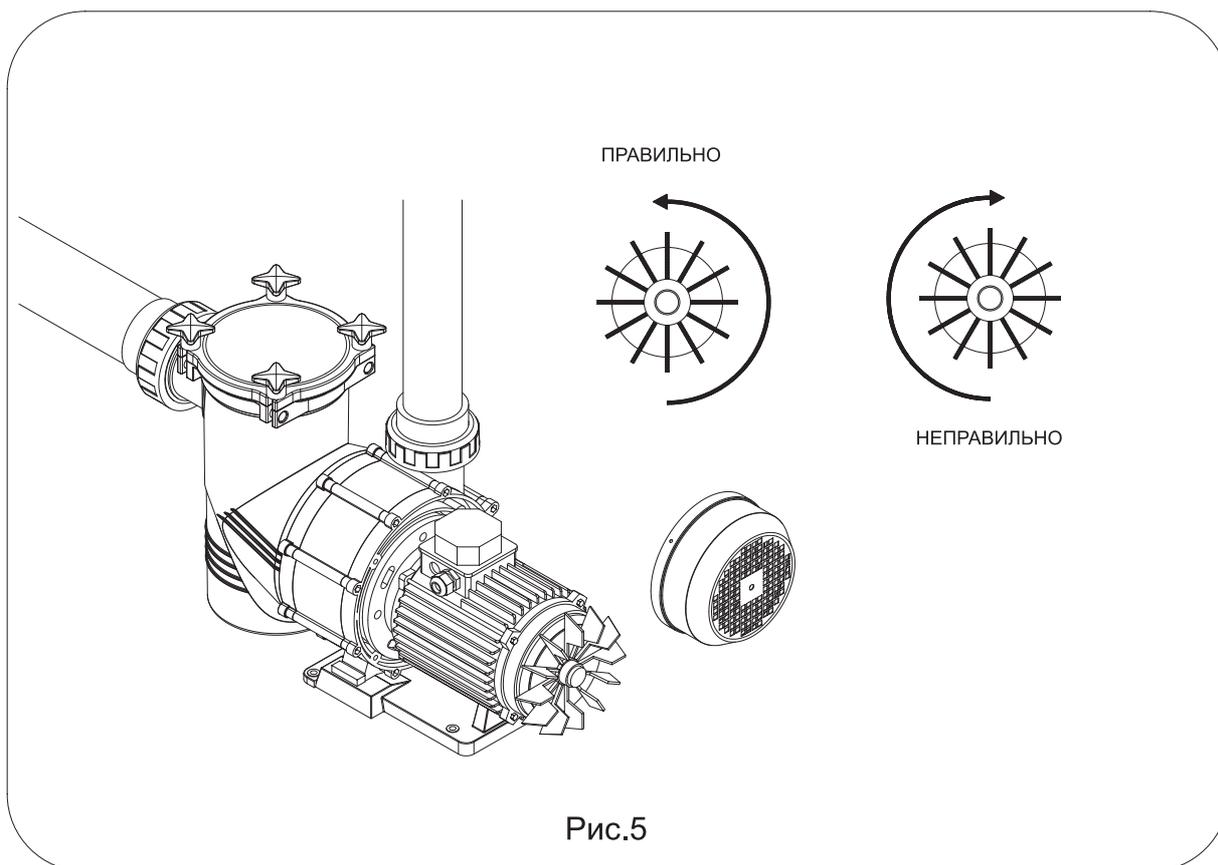

Рис.5
- Надеть крышку на предварительный фильтр и закрыть её, не забыв при этом установить соединение внутри корпуса (Рис.5).
- Всякий раз при открытии предварительного фильтра необходимо удалять загрязнения из соединения и гнезда соединения. Это необходимо для обеспечения закрытия крышки (Рис.5).